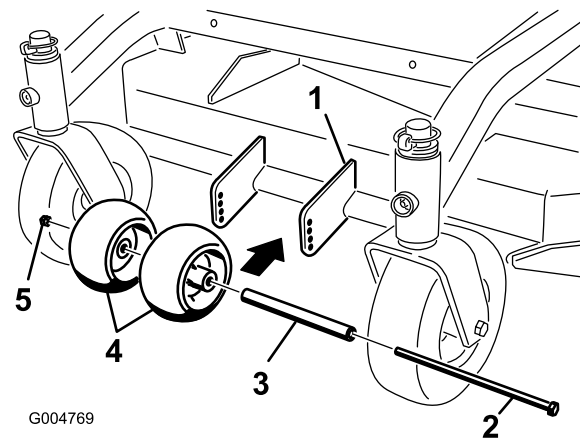

Figura 14
1. Después de ajustar la altura de corte, compruebe que hay una separación mínima de 10 mm entre los rodillos protectores del césped y el suelo (Figura 14).
2. Si es necesario realizar ajustes, retire el perno, las arandelas y la tuerca (Figura 14).
3. Seleccione un taladro para que los rodillos tengan una separación mínima del suelo de 10 mm (Figura 14).
4. Instale el perno y la tuerca (Figura 14).